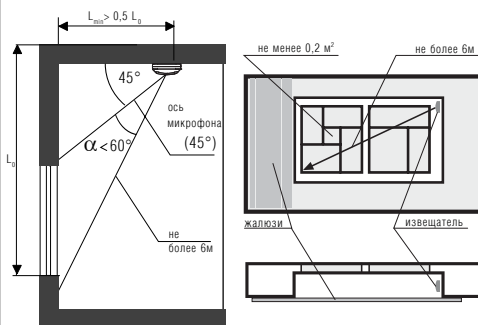

Рис.3
- для установки на стене или на потолке угол между осью микрофона и направлением на край охраняемого стекла $\alpha < 60^\circ$ (рис.3а);
- для установки на боковой стене или на потолке $L_{\min} > 0,5 L_0$ (рис.3а);
- для установки на боковом торце оконного проема устанавливать на уровне верхней границы стекла (рис.3б);